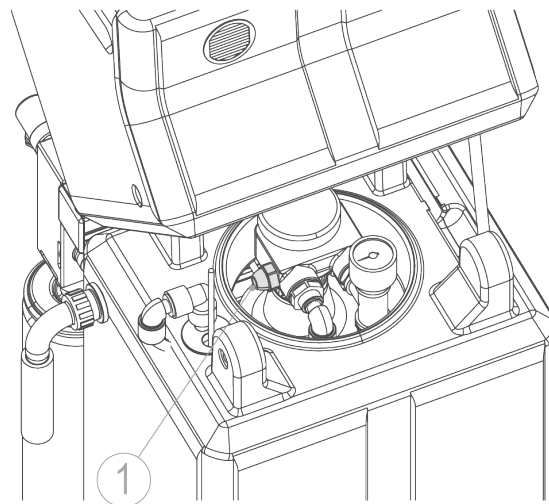

Abb. F-3: Pumpe
- Mit dem Einstellventil Betriebsdruck (siehe Abb. F-3, Pos. 1) die Pumpe so eindrosseln, dass die Anlagen spezifische Permeatfluss 125 l/h erreicht wird.